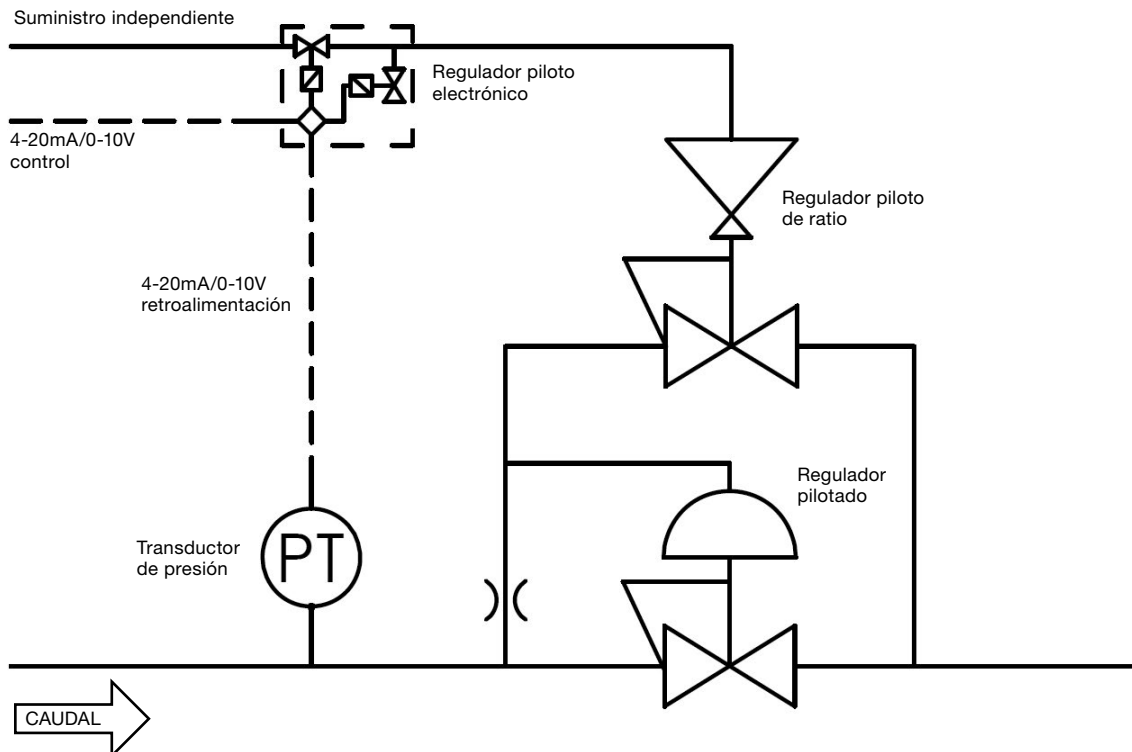

Figura 6
- **Control de Ratio.** En esta configuración se utiliza un regulador piloto de ratio alimentado desde la presión del sistema, para controlar la presión de la bóveda. El piloto de ratio puede controlarse mediante una combinación de regulador electrónico y transductor de presión (Figura 6) o mediante una alimentación externa de la bóveda. La presión de consigna del piloto de ratio es proporcionalmente mayor que la presión de su mecanismo sensor. De este modo, el regulador principal puede conseguir una presión de consigna completa controlada desde un suministro de baja presión. Esta configuración no es adecuada para aplicaciones de líquidos.